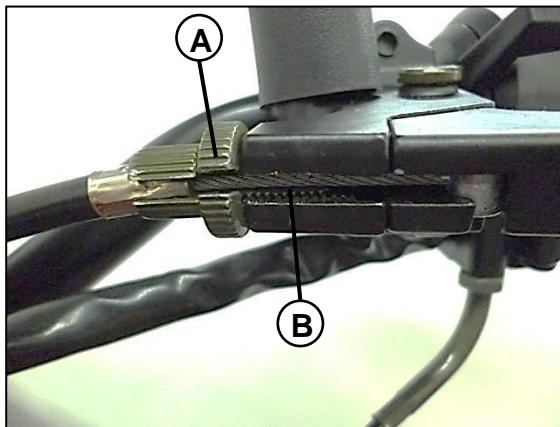

Fig. 21
Desconecte la guaya del tensor superior, aflojando la contratuerca (A), posteriormente alinee las ranuras de las contratuercas, el soporte y la leva de clutch, hasta que se visualice el cable (B) en su totalidad **Fig.21**; Desensamble cable de clutch (C) libremente. **Fig.21.1**